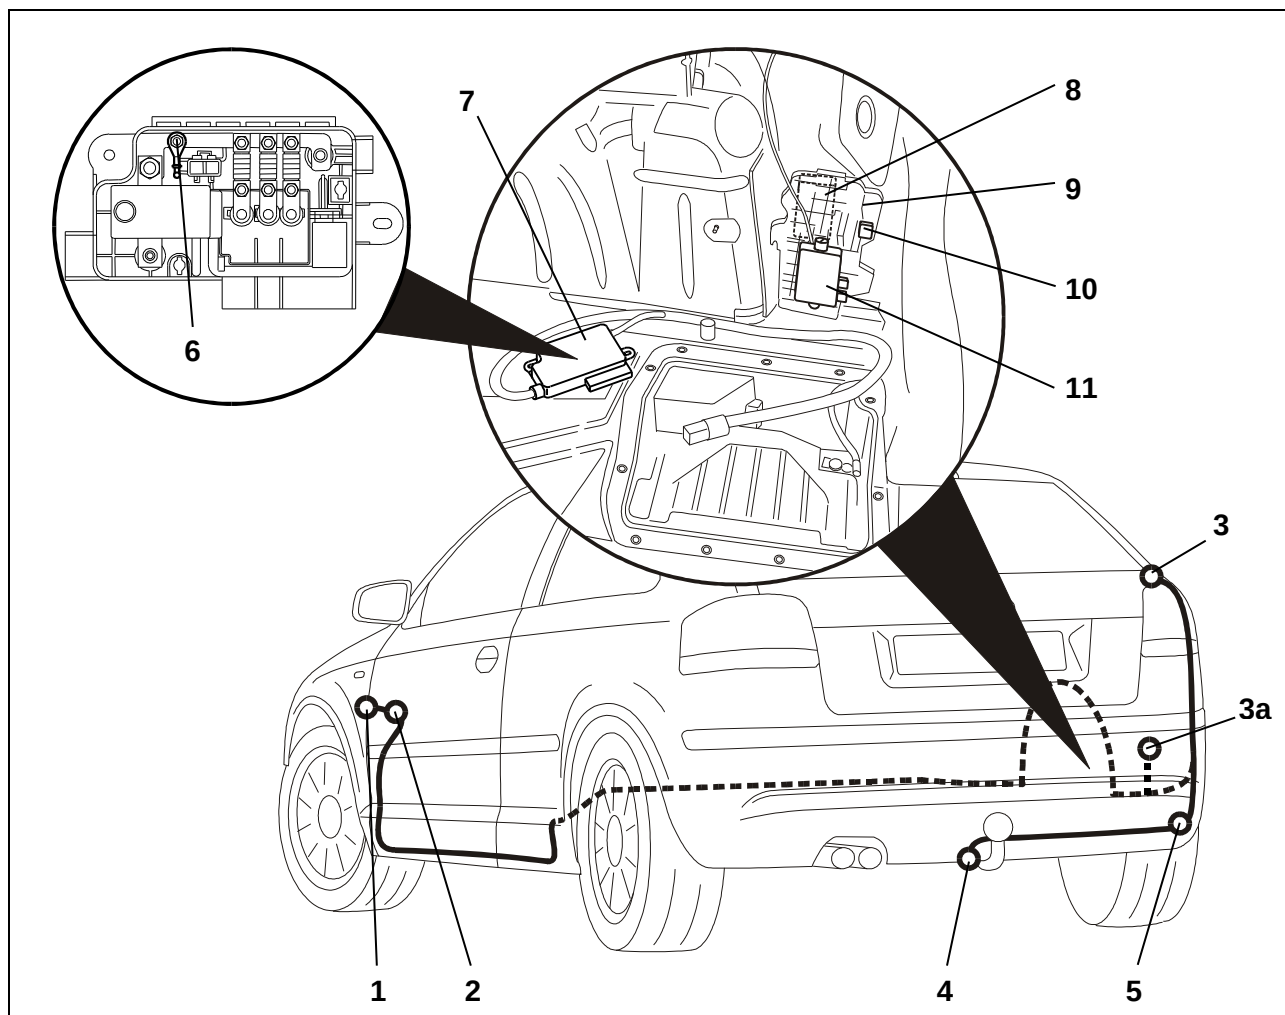

Abb. 1: Einbauübersicht
3. Die fahrzeugseitige 40 mm Lochabdeckung unterhalb der rechten Rückleuchte im Bodenblech (Abb. 1/5) entfernen.
4. Das Leitungsende mit dem 16-poligen und 3-poligen Stecker von außen durch die Kabel-Durchführung zum Geräteträger (Abb. 1/9) verlegen.
5. Die Gummitülle in die Kabel-Durchführung (Abb. 1/5) einsetzen.
6. Das Steckdosenende des Leitungssatzes zum Steckdosenhalteblech (Abb. 1/4) verlegen.
9. Die Steckdose mit den beiliegenden Schrauben am Halteblech (Abb. 1/4) festschrauben.
22. Beiliegende Anbauplatte für Sicherungshalter (Abb. 1/10) an geeigneter Stelle am Geräteträger befestigen, ggf. 2 mm Bohrung einbringen, und Sicherungshalter aufstecken.
23. Das Leitungsende mit der Ringöse zum Batterieabschaltelement (Abb. 1/7) verlegen.
24. Die Abdeckung vom Batterieabschaltelement lösen und Ringöse an Bolzen (Abb. 1/6) anschrauben (empfohlenes Drehmoment: 4–6 Nm).
26. Die braune Leitung mit der Ringöse an dem fahrzeugseitigen Massepunkt hinten rechts (Abb. 1/3, Cabrio Abb. 1/3a) anschließen.
29. Die braune Leitung mit der Ringöse an dem fahrzeugseitigen Massepunkt hinten rechts (Abb. 1/3, Cabrio Abb. 1/3a) anschließen.
30. **30.–37. >>MJ2009:** Die rote Verriegelung am Bordnetzsteuergerät (BSG) (Abb. 1/2) durch Verschieben öffnen.
- 42. Am Sicherungsträger (Abb. 1/1) violette Verriegelung öffnen. Sicherung aus Pos. 6 (⇒MJ2005) bzw. 7 (MJ2006⇒) bzw. 1 (MJ2007⇒) entnehmen. Abgesicherte Leitung aus Kammer 6 bzw. 7 bzw. 1 entriegeln und in das am Leitungssatz befindliche 1-polige Gehäuse einsetzen.
Verbleibende gelbe Einzelleitung bis zum Sicherungsträger (Abb. 1/1) verlegen und in Pos. 11 (⇒MJ2005) bzw. 8 (MJ2006) am Sicherungsträger einstecken. In Sicherungsplatz 11 bzw. 8 beiliegende 15-A-Mini-Sicherung einsetzen.